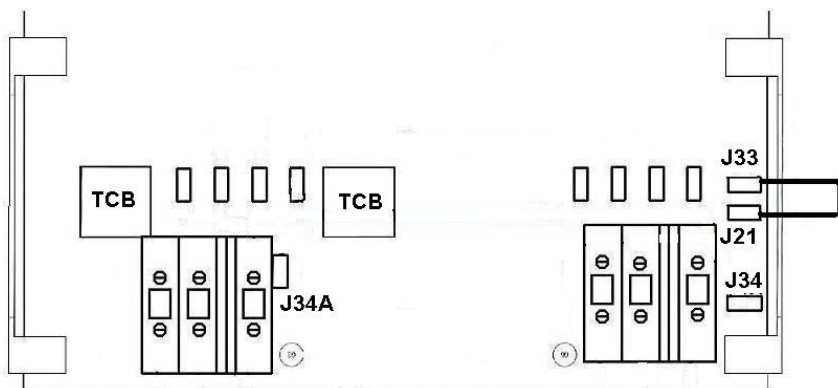

Figure 5: mise à la terre du neutre de sortie
2.4 Mise à la terre du neutre de sortie (figure 5)
Un dispositif différentiel résiduel (RCD) ou un disjoncteur de sécurité différentiel (GFCI) doit être installé sur le câble de sortie du transformateur d'isolement. Pour que ce RCD fonctionne correctement, le neutre de sortie doit être raccordé à la terre (= toutes les parties métalliques du bateau). Pour ce faire, il suffit de placer un cavalier sur les connecteurs-poussoirs mâles J21 et J33 (voir la figure 5) et de mettre à la terre le boîtier du transformateur d'isolement.